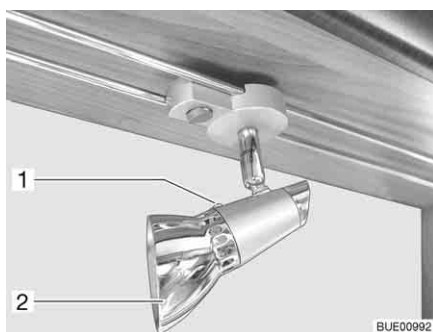

Bild 240 Halogenspotlight (förskjutningsbar)
- Lossa fästskruven (Bild 240,1).
- Tag av lampskärmen (Bild 240,2).